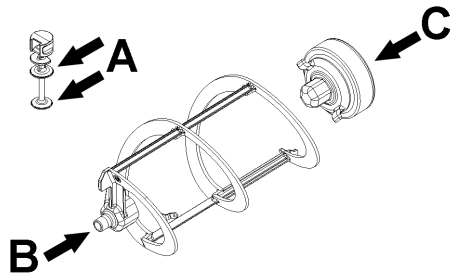
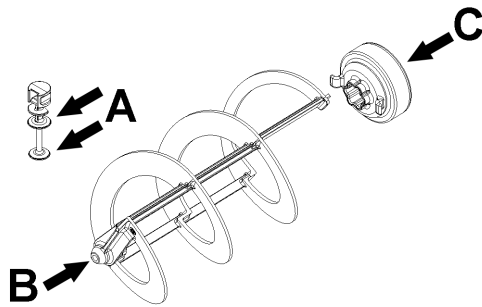

figure 9
figure 10
- 2 Lubrifier le piston du robinet, le joint hexagonal et le mélangeur aux points indiqués dans la (voir figure 9) (NG6) ou (voir figure 10) (NG10). Utiliser uniquement la graisse fournie avec la machine ou une autre graisse prévue pour un usage
**3** Remettre le robinet en place sur le bac en effectuant les opérations de la (voir figure 9) (voir figure 10) en sens inverse.